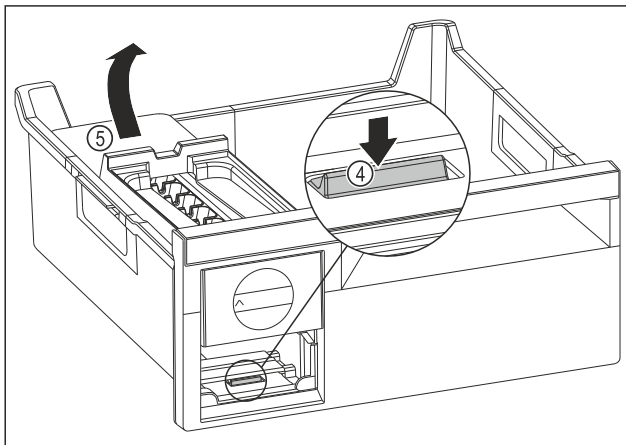

Fig. 130
- ▶ Retirer le corps de l'EasyTwist-Ice : Avec le doigt, pousser la languette Fig. 130 (4) vers le bas tout en soulevant de l'autre main le corps de l'EasyTwist-Ice Fig. 130 (5) depuis l'arrière.